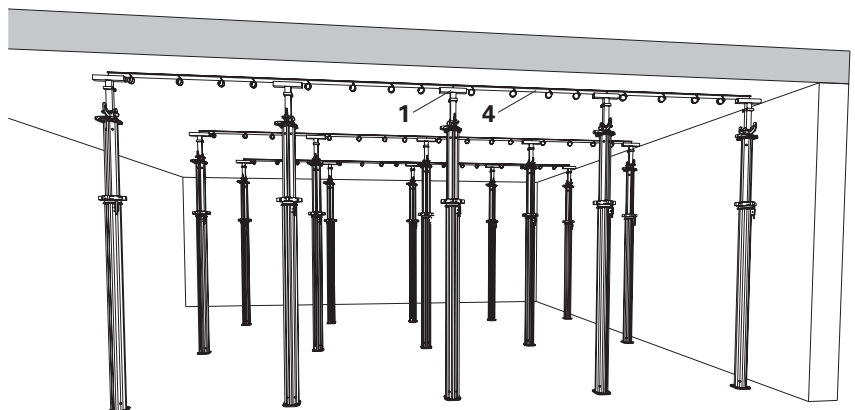

Fig. 67
Seuls demeurent en place les étais à tête de décintrement (1) avec les couvre-joints SAL (4). (Fig. 67)